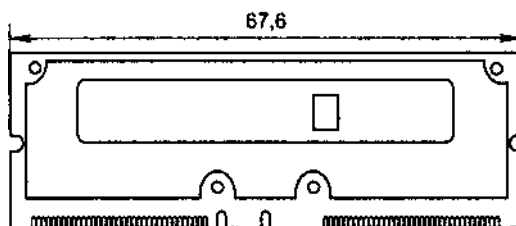

Рис. 8.23. Модуль SO RIMM
*SO RIMM* — малогабаритный модуль RDRAM (рис. 8.23), разрядность данных — 16 бит. Напряжение питания — 2,5 В.